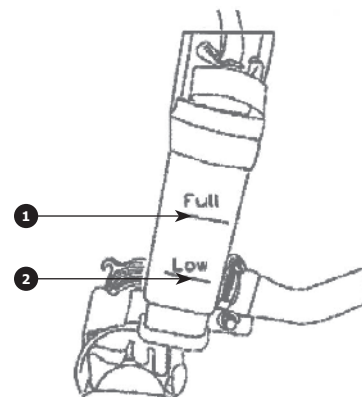

РИС. 66
2. Проверьте уровень охлаждающей жидкости в расширительном бачке. Проверку нужно проводить при непрогретом двигателе. Уровень жидкости должен находиться между верхней **1** РИС. 66 и нижней **2** отметками.